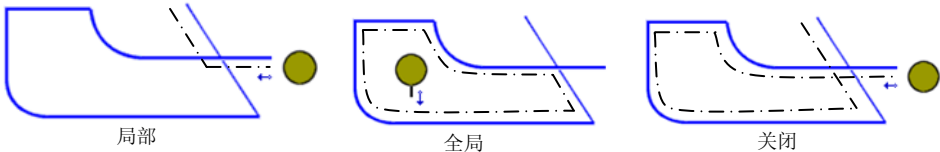

图 2-138 裁剪环
- **【裁剪环】**: 设置相交轮廓的刀具路径轨迹，包括“局部”、“全局”和“关闭” 3 个选项，如图 2-138 所示。